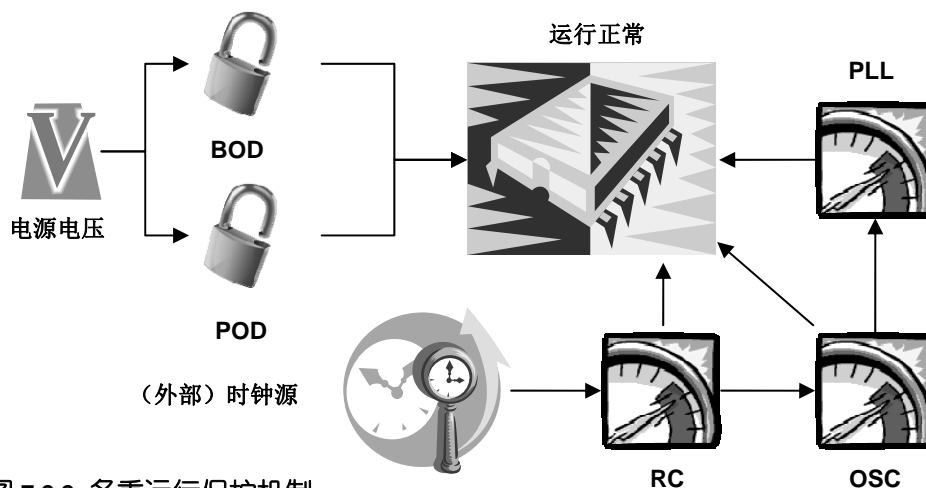

图 7.2.2 多重运行保护机制
**AVR32 UC3** 系列运行频率最高可至 **66MHz**, 为了成功的运行至这个频率, **AVR32 UC3** 系列采用逐级软件设定工作频率的方式。系统复位后, 芯片首先使用可靠的内部 **RC** 作为主时钟, 然后再设定外部晶振, 设定成功后再启动 **PLL** 模块, 并且芯片带有锁频机制, 如有相关频率发生模块设定不成功, 芯片将不会进入应用的运行状态。如图 7.2.2 所示